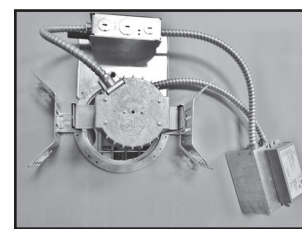

Figure 22
- Éloignez le circuit de sortie de l'ouverture du plafond ou du boîtier en le laissant tourné vers le haut (Figure 22).